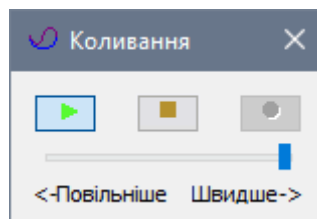

Рис. 11.28. Діалогове вікно **Коливання**
- В діалоговому вікні **Коливання** (рис. 11.28) натисніть на кнопку  – **Відтворити анімацію**.